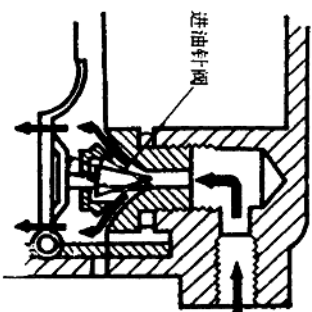

图 1-6 化油器进油针阀卡死
6. (图 1-6)化油器油道堵塞或针阀卡死不开,致使汽油泵的油不得泵入化油器。